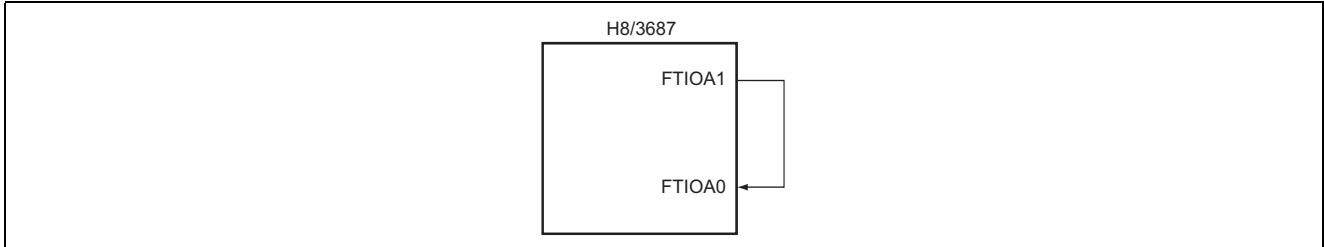

図 1.1 タイマ Z カスケード動作時のマイコン接続
1. タイマ Z のタイマカウンタ 0 (TCNT0) 、タイマカウンタ 1 (TCNT1) をカスケード接続し、32 ビットフリーランニングカウンタとして動作します。カスケード動作時のマイコン接続例を図 1.1 に示します。